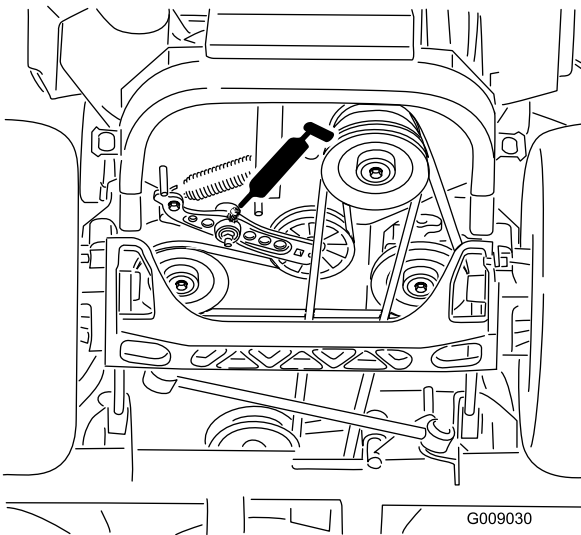

Figura 40
5. Engrase el brazo tensor de la correa de la carcasa (Figura 40).